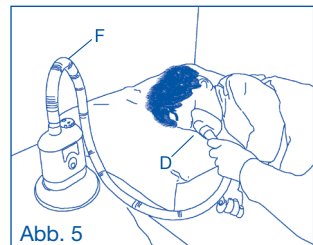

Abb. 5
5. Um die Medikamentendosis dem liegenden Patienten (Abb. 5) zu verabreichen, den Verlängerungsschlauch (F) mit einer Seite an die Maske (D) oder (E) anschließen, mit der anderen an das Gerät, das in seinem Tischaufsatz (I) steht.